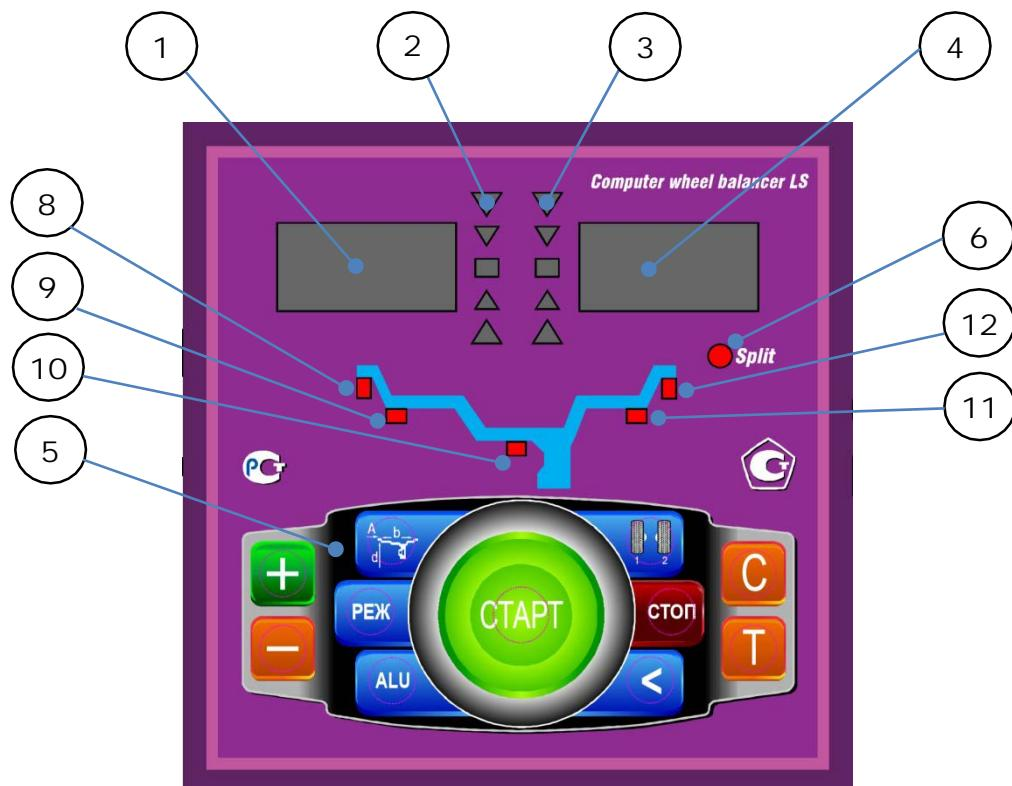

рис.8.1.
8.1. Общий вид лицевой панели показан на рис. 8.1.
При выдвижении штанги на индикаторах 1 (рис. 8.1) отображается значение параметра "A". Значение параметра "d" отображается на индикаторах 4.
Для ввода ширины нажмите кнопку "+" или "-" на индикаторах 1 (рис. 8.1) высветится "-b-", а на индикаторах 4 значение ширины диска. Через 2-3 сек после установки ширины индикаторы в режим отображения текущего дисбаланса.
Дважды нажать кнопку "A, d, b", после чего на индикаторах 1 (рис.8.1) загорается символ "A", а на индикаторах 4 исходная величина дистанции. Нажимая кнопки "-" и "+" установить на индикаторах 4 требуемую величину дистанции. Через 2-3 сек после установки дистанции показания на индикаторах 1 и 4 возвращаются к отображению текущего дисбаланса, а кнопки "-" и "+" возвращаются в режим ввода ширины обода.
11.1 . Переключение схем ALU1-ALU5 осуществляется последовательным нажатием кнопки "ALU" при этом схема установки грузов отображается загоранием соответствующих светодиодов 8-12 (рис.8.1), кроме того, на индикаторах 1 отображаются символы ALU, а на индикаторах 4 номер 1-5. Через 2-3 сек. после установки требуемой программы ALU индикаторы 1-4 переходят в режим отображения дисбаланса.
12.3. Для входа в программу Split удерживайте кнопку РЕЖ, до того как загорится светодиод 6 (рис.8.1) и на индикаторах 1 загораются символы "SPn", означающие, что необходимо ввести число спиц обода колеса, подлежащего балансировке. При этом на индикаторах 4 загорается цифра 5. Если число спиц колеса отличается от 5, кнопками "-" и "+" установите на индикаторах 4 фактическое число спиц колеса.
12.4. Запустите СБ. После остановки вала установите любую спицу обода колеса вертикально вверх (на 12 часов) и нажмите кнопку С. После чего, на индикаторе 1 и линейке 2 (рис.8.1) будут указаны величина и место установки корректирующего груза на внутренней плоскости.
осуществляется нажатием "A,d,b" на индикаторах 4 (рис.8.1) будут последовательно отображены, установленные в данный момент диаметр, ширина обода и дистанция.
14.1. При включении тумблера питания СБ на индикаторах 1 (рис. 8.1) высвечивается трёхзначное число -номер версии программного обеспечения. Через 2-3 сек на индикаторах 1 и 4 должны загореться нули, кроме того должны загореться светодиоды 8 и 12, что свидетельствует о включении режима стандартной балансировки с установкой на обеих плоскостях коррекции грузиков на пружинках. На линейках 2 и 3 (рис. 8.1) должны загореться центральные светодиоды.
14.2. При включении СБ программа измерения дисбаланса настраивается таким образом, что дисбаланс менее 8 г (заводская установка для легкового режима) на любой плоскости коррекции не показывается, в этом случае на индикаторах 1 и 4 (рис. 8.1) высвечиваются "0". Минимальный дисбаланс отображающийся на индикаторах 1 и 4 равен 8г. Дисбаланс, превышающий 8г, округляется до величины кратной 5, т. е. дисбаланс 9, 10, 11 и 12 г отображается цифрой 10, дисбаланс 13, 14, 15, 16 и 17 г - цифрой 15 и т. д. Для просмотра неокруглённого значения дисбаланса или дисбаланса менее 8г. необходимо нажать кнопку "<", при этом на индикаторах 1 и 4 на 2-3 сек высвечиваются фактические значения дисбаланса, определённые в данном запуске.